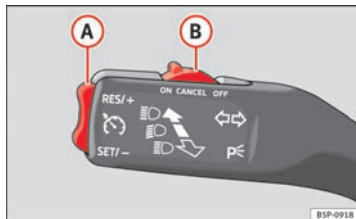

Abb. 147 Blinker- und Fernlichthebel: Schalter und Wippe für die Geschwindigkeitsregelanlage.
- Schieben Sie den Schalter ⇒ Abb. 147 **(B)** nach links auf **ON**.